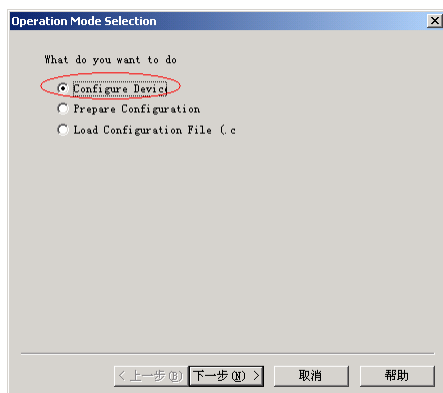

图9-94 选择操作模式
- (1) 使用 iMPACT 下载配置文件的过程与生成配置文件的过程相似。展开当前资源操作窗中的“Generate Programming File”项目，双击【Configure Device (iMPACT)】命令，启动 iMPACT。
- (2) 按图 9-94 所示选择操作模式为【Configuration Device】。